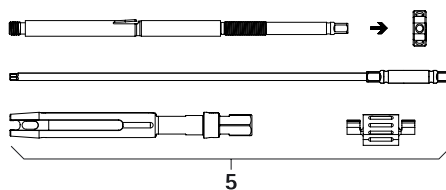

Abb. 2
- Repositionshebel perkutan **5** demontieren, siehe Abb. 2.